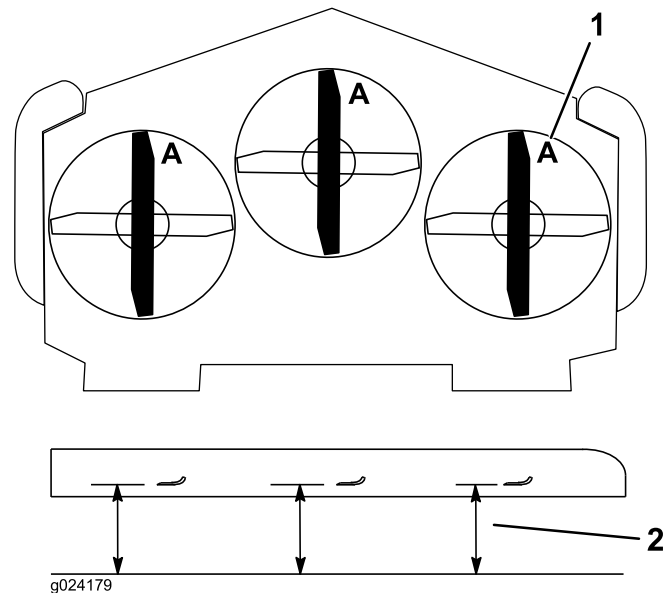

Bild 88
3. Drehen Sie die Schnittmesser, bis die Enden nach vorne und hinten gerichtet sind (Bild 88). Messen Sie von einer ebenen Fläche bis zu den Schnittkante (Position A) der Messer (Bild 88). Notieren Sie diesen Wert.